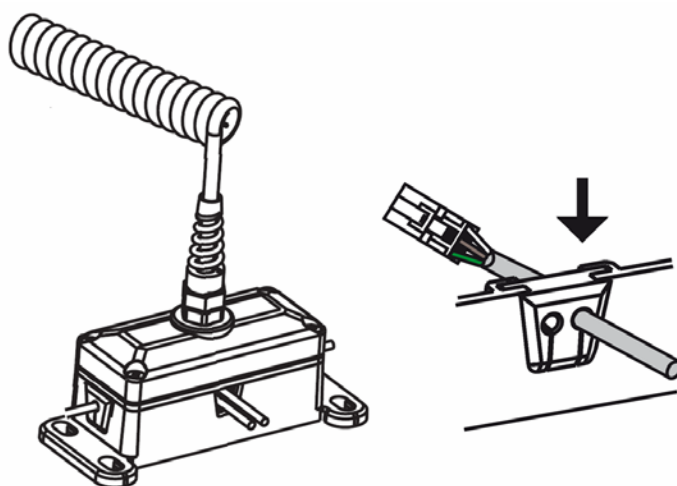

Рисунок 3 – Ввод кабелей в коробку распределительную
- Кабели от датчиков безопасности проведите в коробку распределительную (Рисунок 3), через уплотнительные вставки. Предварительно, выберите уплотнительные вставки из комплекта (для кабелей $\varnothing 3,4\text{мм}$ – 3шт.; для кабеля $\varnothing 4,4\text{мм}$ – 1шт.).